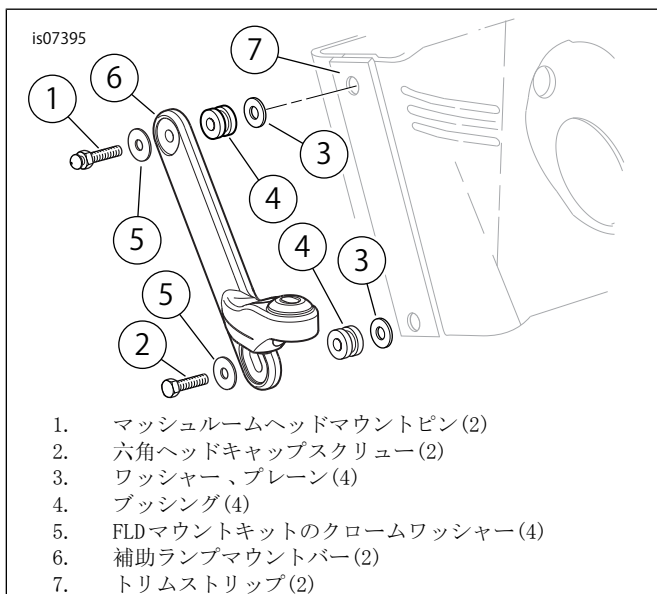

図1。補助ランプブラケットの取り付け(FLSTF)
4. 「図1」を参照してください。クロームFLDキットワッシャー(5)をマッシュルームピン(1)のネジ部に取り付け、このネジ部をランプマウントバー(6)の上の穴に挿入します。